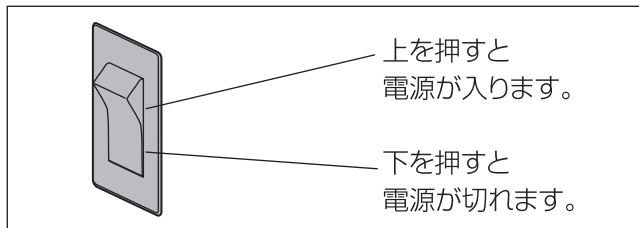

図2 電源スイッチ拡大図
…このスイッチの上側を押すと電源が入ります。逆に下側を押すと電源が切れます。 **図2 参照**
- 1.扉⑨を開けて電源スイッチ④の上側を押して、扉⑨を閉めてください。 P8 図2 参照